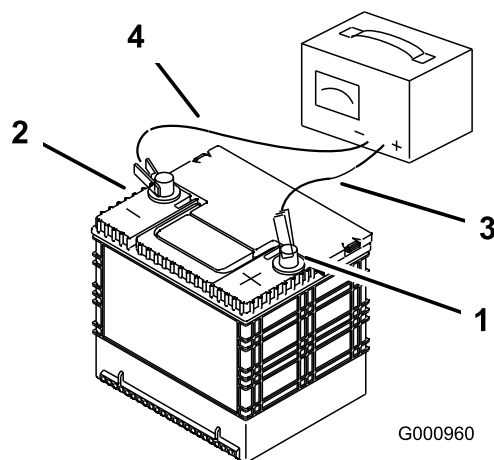

Figure 57
2. Quand la batterie est chargée au maximum, débranchez le chargeur de la prise, puis débranchez les fils du chargeur des bornes de la batterie (Figure 57).